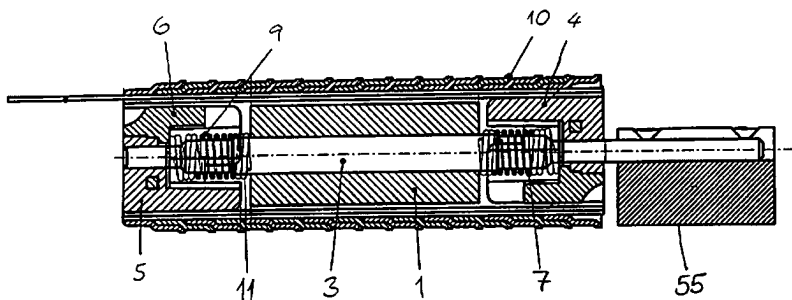

Рис.3
**Миниатюрный электромотор** описан в патенте Канады 2321710 (2002 г.). На **рис.3** показан поперечный разрез мотора. Статор 10 представляет собой ленту из магнитомягкого материала, навитую по цилиндрической образующей мотора. На одном конце вала 3 закреплен эксцентричный груз 55. Вал 3 размещен в подшипниках 4 и 5. В цилиндрических вырезах подшипников 4 и 5 расположены контактные пружины 7 и 9, служащие щетками и вращающиеся вместе с ротором. Контактные пружины одинаковы, но имеют разное
направления намотки. Сами по себе подшипники 4 и 5 включают в себя 3 коммутаторные катушки, сдвинутые на 120° друг относительно друга (на рис.3 показана только одна из них - 6). На вал ротора надет постоянный магнит 1.